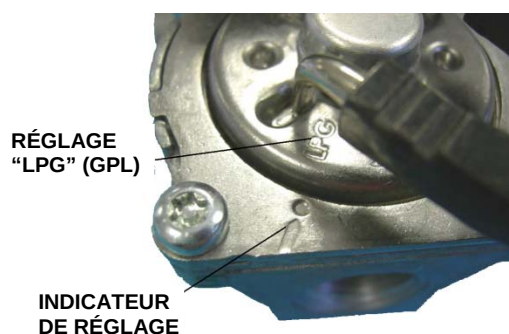

FIGURE 7
20. Faire tourner le cadran de 25 degrés dans le sens antihoraire pour faire correspondre le repère "LPG" avec l'indicateur sur l'électrovanne de gaz. Voir Figure 7.